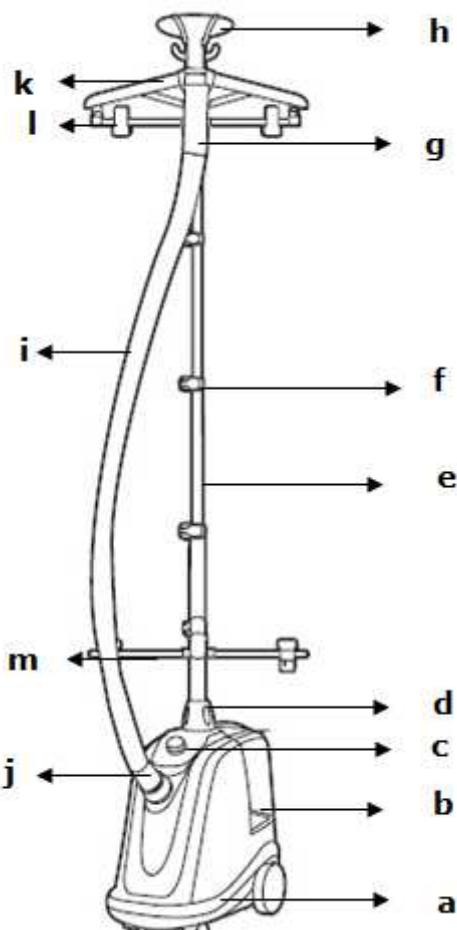

fig.1
2. Instale la cabeza de difusión en su soporte. (fig.1)